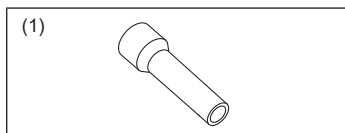

Fig. 1-1
1.6. Tilbehør til utendørsenheten (Fig. 1-1)